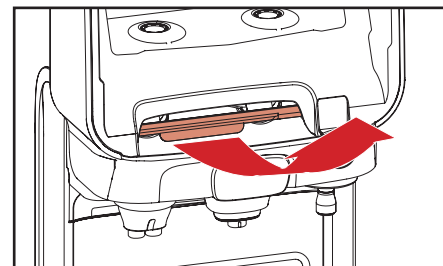

Рис. 5.5 — Потяните на себя красную удерживающую планку
3. Потяните за красный затвор, чтобы открыть выпускной отсек (рис. 5.5).
- i. Чтобы открыть отсек подачи кофе, потяните на себя красную удерживающую планку (рис. 5.5).